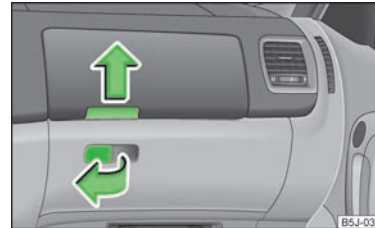

Abb. 59
- Den Griff der Klappe in Pfeilrichtung ziehen » Abb. 59 und die Klappe herunterklappen.